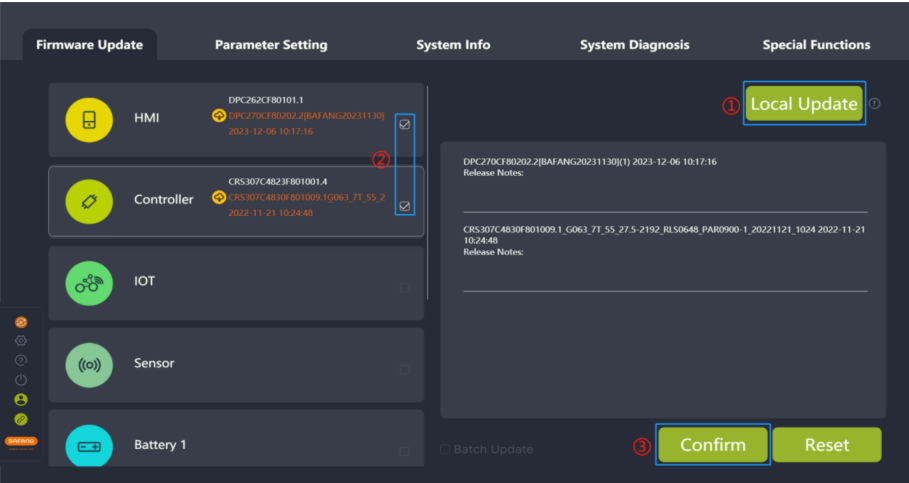

图 4-15 本地升级
- 1. 如果是本地升级，点击“本地升级”，从本地选中多个需升级的固件后，勾选需升级的部件（如图 4-15）；